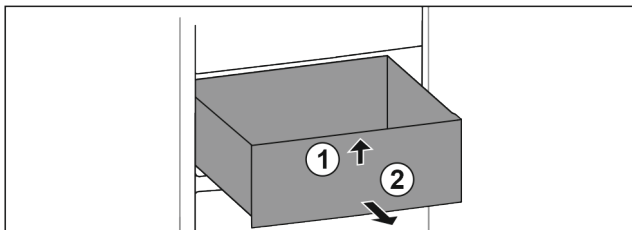

Fig. 19
- ▶ Nadvihnite zásuvku vpredu. Fig. 19 (1)
- ▶ Odoberte zásuvku dopredu. Fig. 19 (2)